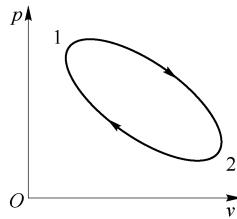

图 1-3 正循环吸热，对外做功
- 正循环（动力循环、热机循环）：工质吸热，对外做出功量，如图 1-3 所示。